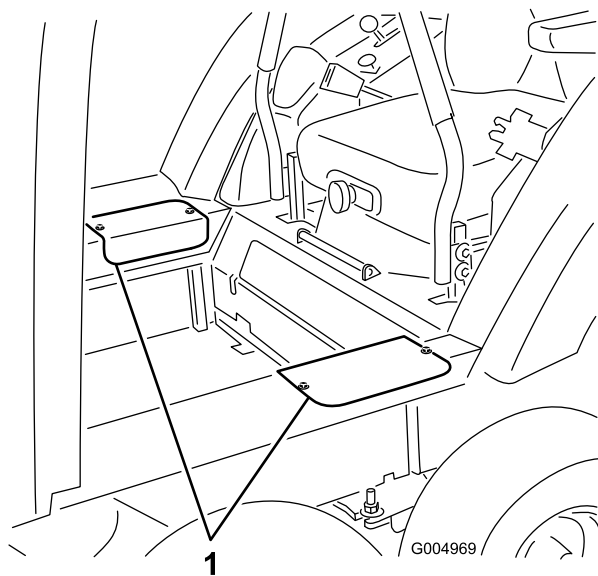

Figura 74
6. Retire los 2 tornillos que sujetan cada tapa de acceso lateral, y retire las tapas (Figura 74).